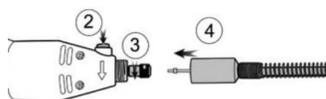

Рис. 7
2. Удерживая нажатой кнопку блокировки шпинделя «2» открутите гайку цанги «3» (рис. 7).